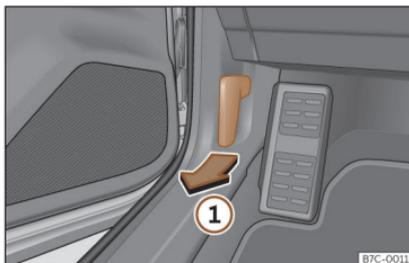

Fig. 192 Leva di sblocco nel vano piedi del lato conducente.
- Aprire la porta e tirare la leva posta al di sotto del cruscotto»»» **fig. 192** ①.